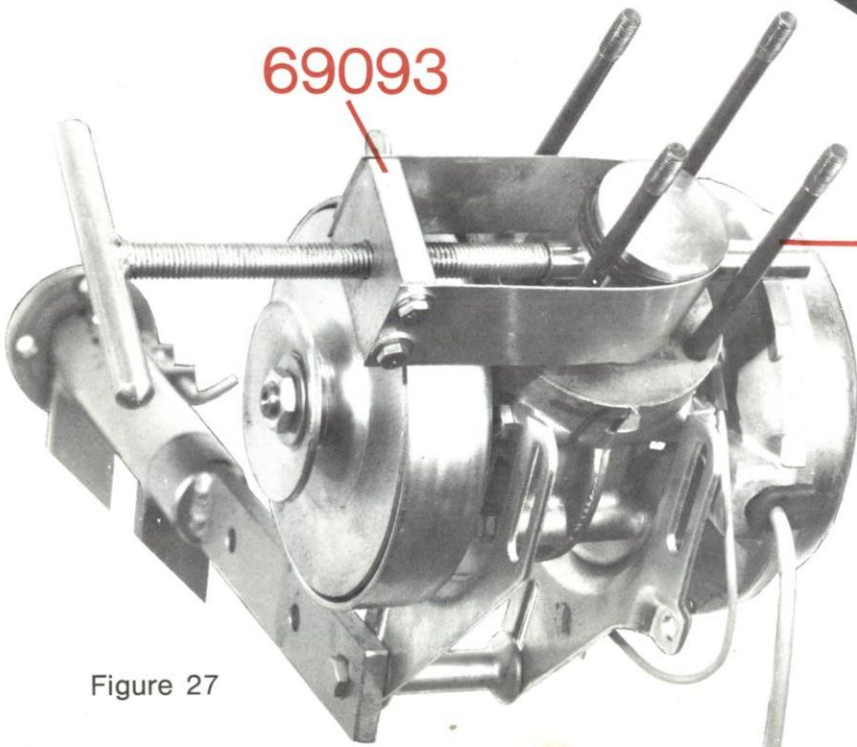

Figure 27
- Introduire l'outil 69256 pour qu'il traverse la cage à aiguilles et vienne se centrer dans le trou de l'axe de piston (figure 27).